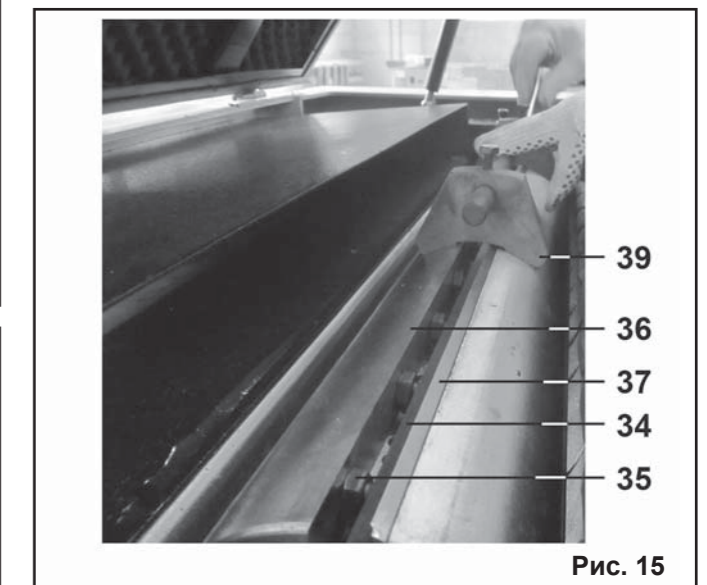

Рис. 15
устройства ручного подъема и опускания стола (8) до контакта с ножом (37) (Рис. 15, 16).
10.10.3. Произведите строгание бруска слева, другого – справа и штангенциркулем измерьте толщину. Если толщина брусков разная, ослабьте натяжение цепи передачи (44) (см. п.10.5.).